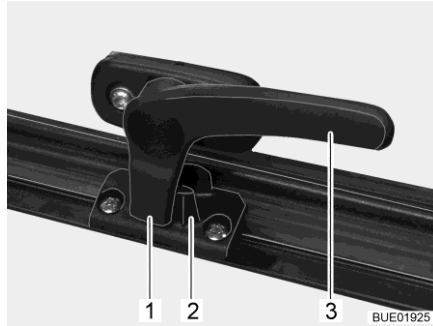

Bild 11 Verriegelungshebel in Stellung "geschlossen"
- Den Verriegelungshebel (Bild 11,3) eine viertel Umdrehung zur Fenstermitte hin drehen.
- Den Verriegelungshebel (Bild 11,3) eine viertel Umdrehung zum Fensterrahmen hin drehen. Die Verriegelungsnase (Bild 11,1) liegt auf der Innenseite der Fensterverriegelung (Bild 11,2).
- in Stellung "fest verschlossen" (Bild 11).